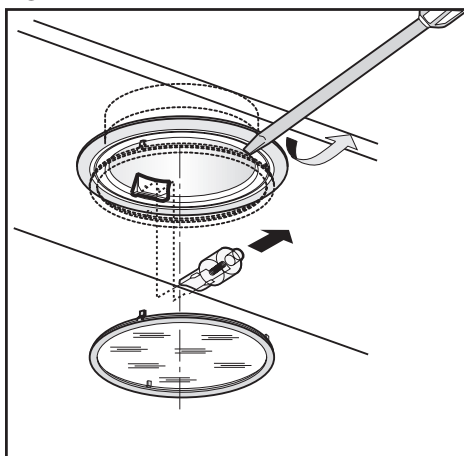

Fig.8
• Sostituzione delle lampade alogene (Fig.8).